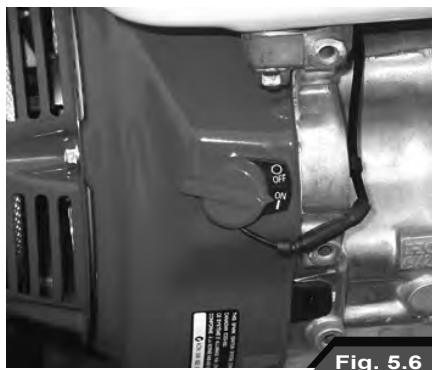

Fig. 5.6
- Ustawić przełącznik silnika ON/ OFF w położenie włączone, czyli **ON** (Rys. 5.6).
- Chwycić za uchwyt rozrusznika silnika (15), pociągnąć za niego delikatnie, aby ułatwić zaczepienie mechanizmu zapadkowego. Następnie energicznie pociągnąć, a w razie potrzeby oprzeć stopę o koło, aby zadziałała z większą siłą. Powtarzać tę operację, wykonując zawsze krótkie, zdecydowane ruchy, aż do uruchomienia silnika.
- W celu wyłączenia silnika wystarczy ustawić przełącznik ON/OFF w położenie wyłączone, czyli OFF (Rys. 5.6). Silnik zatrzyma się w ciągu kilku sekund.